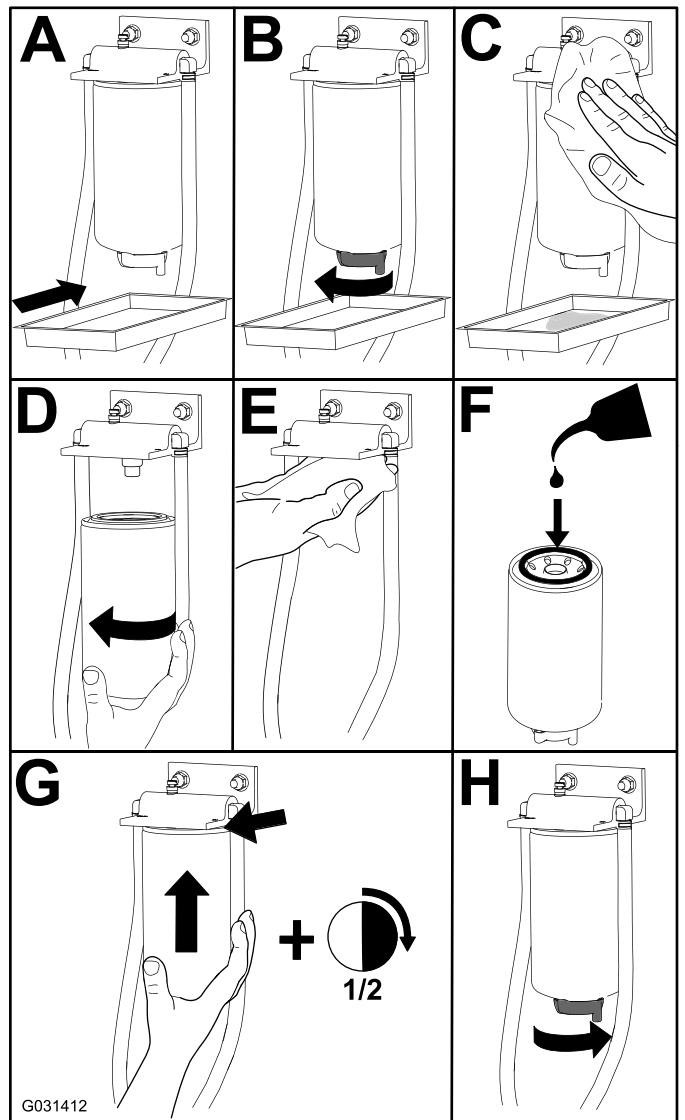

Figura 120
1. Înlocuieți filtrul aa cum se arată în Figura 120.